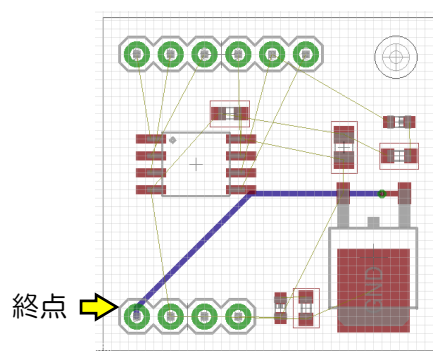

図 22
### ③ ④点をクリックした後、配線層を Bottom レイヤーに変更し終点まで配線します。 図 22